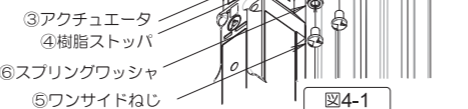

図4-1
4) ハンドルユニットを完全に挿入状態にしてください。③アクチュエータに④樹脂ストッパを取り付けた状態で安全スイッチ側面に軽く当たる位置を保ち、ハンドルユニットに⑤ワンサイドねじを使って③アクチュエータを固定してください。
③の際に⑥スプリングワッシャを③アクチュエータと⑤ワンサイドねじの間に組み込んでください。(図4-1)